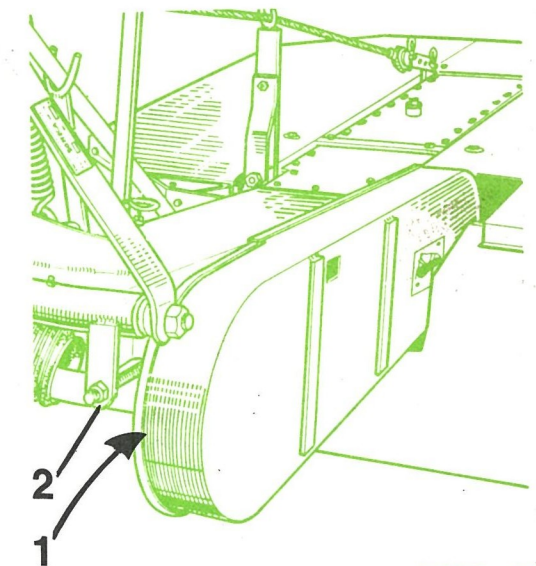

FIG. 8
TENSION DES COURROIES DE COMMANDE (fig.8)
- desserrer les deux boulons (1 fig.8) bridant le palier arrière de transmission, agir sur l'écrou (2 fig.8) du tirant latéral afin d'obtenir la tension désirée.